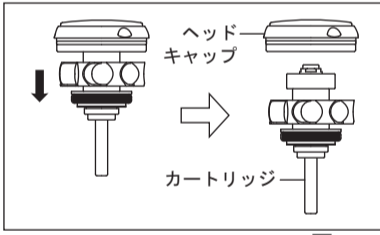

図16
- カートリッジがヘッドキャップに付いている場合は、カートリッジをヘッドキャップからまっすぐ引き抜きます(図16)。